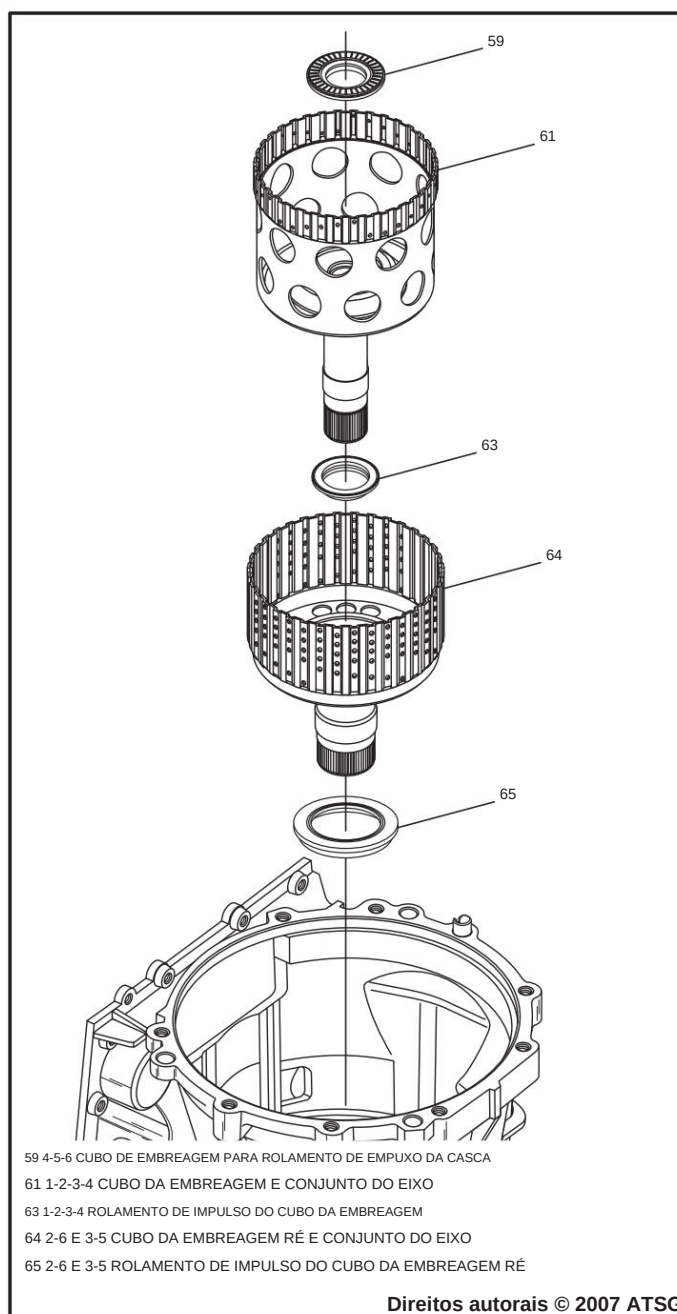

Figura 48
11. Remova os conjuntos do eixo e do cubo da embreagem, todos os 3 rolamentos, conforme mostrado na Figura 48, e reserve para a seção de reconstrução do componente.